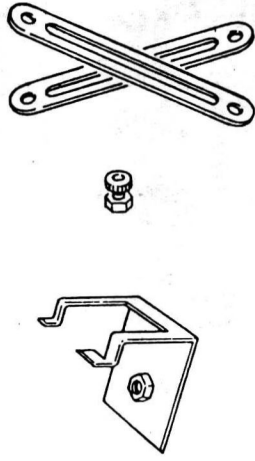

图 40
⑩塑料顶调节器
⑪摄像部分支架(VFK0382),如图 40 所示
⑫摄像支架臂(VFK0431),如图 40 所示
⑬色温变换滤色器